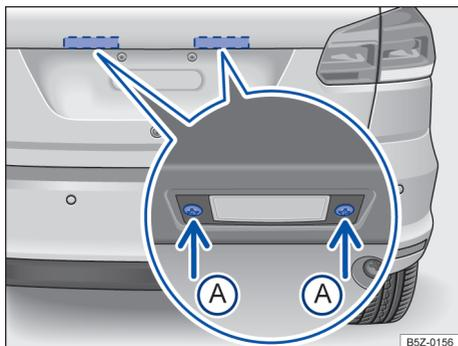

Fig. 138 Na tampa traseira: remover a lanterna da placa de licença.
2. Com o auxílio de uma chave de fenda, remover os parafusos de fixação → Fig. 138  da lanterna da placa de licença .